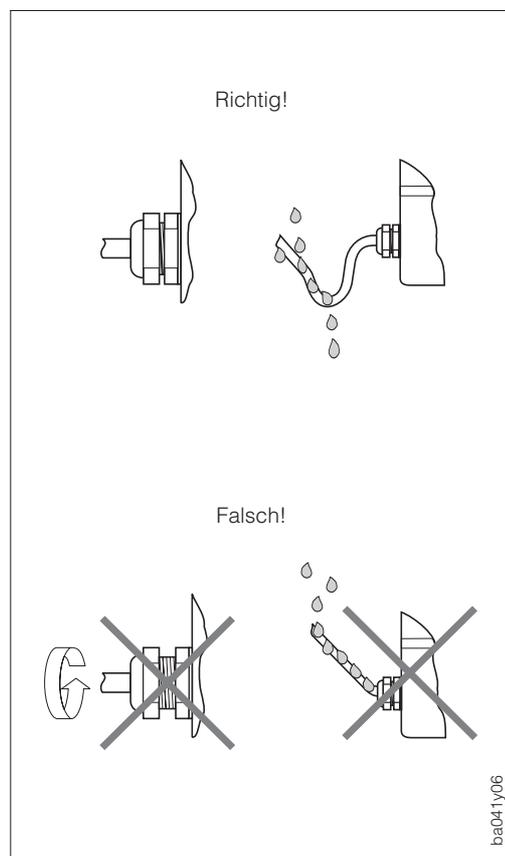

Abb. 18
- Kabeleinführung fest anziehen (s. Abb. 18).
- Kabel vor der Kabeleinführung in einer Schlaufe verlegen. Auftretende Feuchtigkeit kann so nicht zur Einführung gelangen (s. Abb. 18).